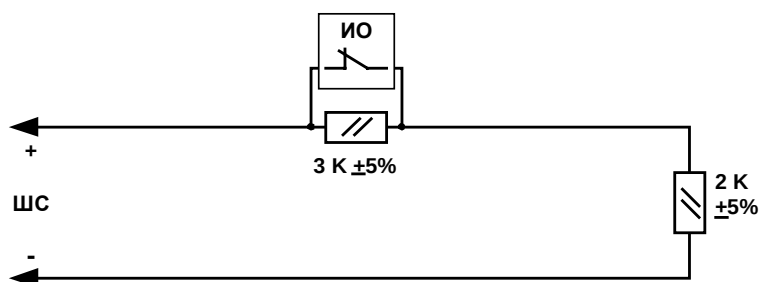

Рис. 5 Охранный ШС с контролем обрыва
- от пассивных ИО с нормально-замкнутыми контактами с контролем обрыва (см. Рис. 5, Табл. 4);